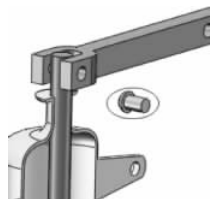

图 3-16 插入销钉
(4) 插入零件【销钉】作为手柄的配件,放置到装配体环境中的空白位置,如图 3-16 所示。